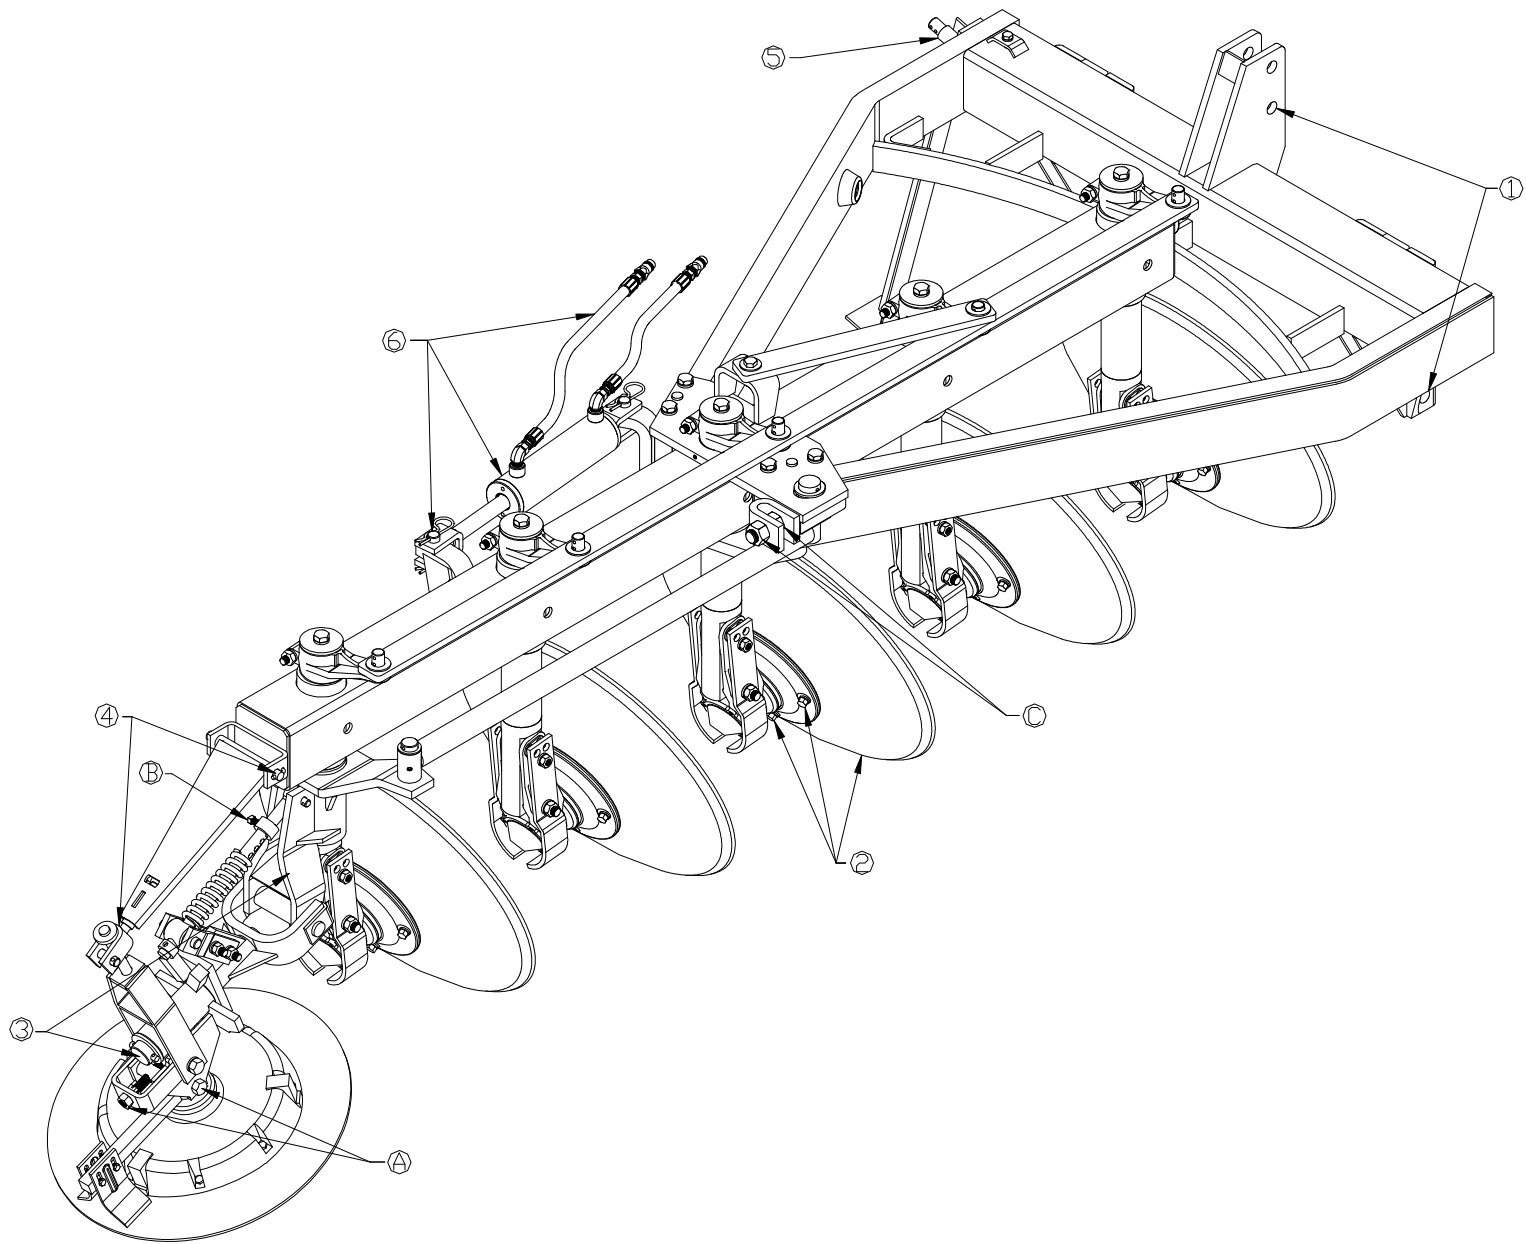

Fig. 1, Ensamble y ajustes de componentes del arado (Ejemplo en 956).
1. Con el tornillo "A" (Fig. 1), se controla el tiro lateral del arado. También se aumenta o disminuye el ángulo de la rueda guía, respecto a trayectoria del arado, según la textura del suelo, hasta lograr que el arado vaya alineado con respecto al viaje del tractor.
2. El ajuste "B" (Fig. 1), es para aumentar o disminuir la presión del resorte de la rueda guía y permitir, dependiendo de la textura del suelo, mayor o menor profundidad de barbecho. No habrá control del tiro lateral cuando se deja libre el anillo de tope, además, el arado profundizará demasiado y el tractor tenderá a salirse hacia el terreno barbechado. El anillo de tope en la posición superior nos da la máxima profundidad de barbecho.
3. Con el ajuste "C" (Fig. 1), se iguala el ancho total de corte del arado, en ambos sentidos. El trabajo debe iniciarse colocando el perno de argolla al centro de la ranura.
6. Después, será necesario determinar si al arar hay tendencia a jalar hacia un lado, lo cual indica que se tendrá que corregir el tiro lateral. Con el tornillo "A" (Fig. 1), se controla el tiro lateral del arado. También se aumenta o disminuye el ángulo de la rueda de surco respecto a la línea de viaje del arado, según la textura del suelo, hasta lograr que el arado vaya alineado con respecto al viaje del tractor.
Un arado bien ajustado, debe correr alineado con el tractor, si no, se verá que el punto superior de enganche apunta inmediatamente hacia un lado. Supongamos que mientras se voltea el suelo a la derecha, el arado tiende a jalar hacia la izquierda; en este caso, el disco frontal esta cortando muy ancho. Para corregir este problema, es necesario deslizar hacia atrás la barra de inversión mediante el perno "C" (Fig. 1), hasta que el arado vaya bien alineado. Si al voltear la tierra hacia la izquierda se nota que el arado tiende a jalar a la izquierda, es necesario deslizar hacia adelante la barra de inversión, con el perno "C" (Fig. 1) hasta que el arado vaya alineado.